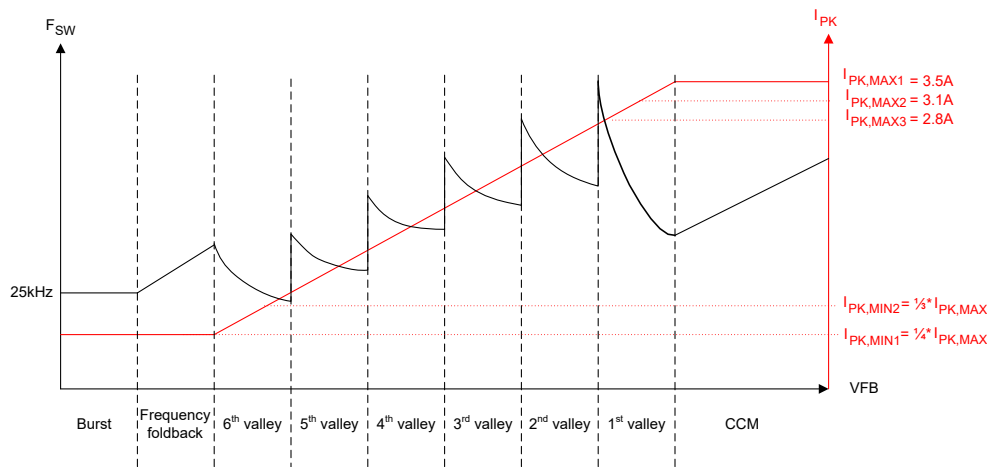
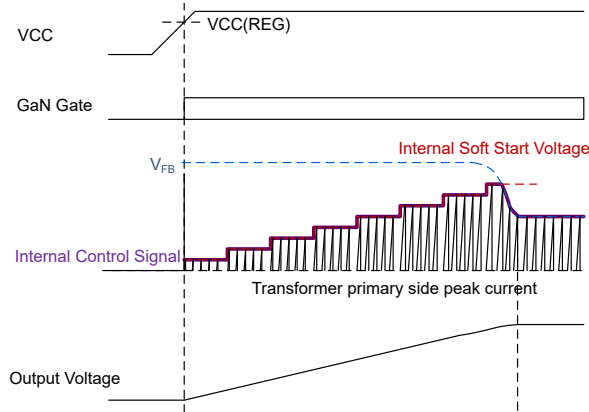

図 7-4. UCG2883x/4x 制御規則
図 7-9. ソフト スタート シーケンス
出力レギュレーションを行うには、フィードバック (FB) ピンをオプトカプラのコレクタに接続します。このピンには、オプトカプラのバイアス用に 60kΩ の内部プルアップ抵抗が備わっています。このピンの瞬間電圧は、図 7-4 の制御規則に基づいて、スイッチング周波数、ピーク電流、動作モード (バースト、フォールドバック、バレー スイッチング、または CCM) を決定し、必要な出力電力を供給します。高周波ノイズ フィルタリングのため、このピンとグランドとの間に 100pF または 220pF のコンデンサを接続します。
したがって、UCG2883x/4x では、各スイッチング サイクルで、ピーク電流スレッシュホールドに達した後に、1 次側 GaN HEMT がオフになり、不連続モード (DCM) 動作中に磁化リングで次のターゲット バレーでオンになります。1 次側ピーク電流とターゲットの瞬時値は、図 7-4 の制御規則に従って帰還 (FB) ピン電圧によって決定されます。FB ピンをオプトカプラ コレクタに接続します。負の帰還ループは、出力で特定の V_{OUT} および P_{OUT} をサポートするために必要な値に FB ピンの電圧を設定します。後で説明するように、本デバイスはバースト、周波数フォールドバック、バレー スwitchング、連続導通モードの 4 つの動作モードのいずれかで動作できます。
図 7-4 に示す制御規則では、UCG2883x/4x は最大ピーク電流 $I_{PK, MAX}$ を選択できる柔軟性を備えており、定格負荷および変圧器サイズでのスイッチング周波数に対して最適化できます。 $I_{PK, MAX}$ の各設定について、最小ピーク電流 $I_{PK, MIN}$ に対して 1/3 または 1/4 のスケール比を使用できます。この $I_{PK, MIN}$ 値によって、フライバック コンバータが周波数フォールドバックまたはバースト モードで動作しているときの軽負荷条件でのスイッチング周波数および損失が決定されます。 $I_{PK, MAX}$ 、 $I_{PK, MIN}$ のすべての値について、式 1 のとおり、制御規則のピーク電流と帰還電圧の勾配は同じに変わりません。表 7-5 に、表 7-2 のさまざまなピーク電流設定に対する、異なるモード間およびバレー間で遷移するためのスレッシュホールド電圧を示します。
UCG2883x/4x は、スイッチング損失を低減するため、ソフト スイッチングとバレーでの 1 次側 FET ターンオンで動作するよう設計されています。コンバータは、ピーク負荷過渡時を除き、バレー スイッチングで動作します。ピーク負荷過渡時には、CCM モード (CFX ピンを使用して有効化されている場合) に制御が移行する場合があります。バレー スイッチングモード中、目標バレーおよびピーク電流スレッシュホールドは 図 7-4 および 式 1 の制御規則によって制御されます。
図 7-4 に示すように、出力電力が増加して最初のバレー QR 動作の境界に達すると、制御は I_{PK} を選択された最大値 $I_{PK, MAX}$ にクランプし、CCM モードで 2 次側導通時間 T_{OFF} の減少を開始します。この T_{OFF} 時間の減少は、FB ピンの電圧が QR モードのオフ時間の 30% まで上昇することに比例して、QR モードの出力電力供給能力の最大 1.7 倍に達します。CCM モードで周波数クランプに達しないようにし、出力電圧リップルを増加させる可能性のあるサブハーモニック振動を回避するため、アプリケーション要件に応じて、一次側励磁インダクタンス L_M を十分に大きい値を使用します。CCM モードでは、ピーク電力能力を最大化するため、スイッチング周波数クランプのクランプ周波数が 2 倍になります。長時間の出力電力過渡については、コンバータは 10ms の CCM タイマが満了した後、QR モード動作の 4 スイッチング サイクルにわたって最初のバレー QR モードに戻り、CCM 動作を再開します。電力が低下して CCM 動作が不要になるまで、この動作は 10ms ごとに繰り返されます。表 7-4 の値に応じて、CFX ピンと GND の間に抵抗を接続して CCM モード動作を有効化または無効化できる柔軟性があります。
フライバック コンバータがオンになると、0V の出力電圧で起動します。低電圧によって、フィードバック電圧 FB が最大値にクランプされ、過負荷保護がトリガされる可能性があります。クランプを防ぐため、UCG2883x/4x はソフト スタート モードで起動します。図 7-9 に示されているように、この期間中、内部 FB 電圧ランプは、4ms で 0V から最大値まで 8 ステップ増加します。内部 FB ランプの最大値は、 $I_{PK, MAX}$ の 80% に相当する値であり、IPS ピンのさまざまな抵抗設定に対して変化します。ソフト スタート中は、この内部ランプ電圧のうち小さい方と実際の FB ピン電圧を使用して、図 7-4 の制御規則でデバイスの動作点を決定します。4ms の終わりに内部 FB ランプ電圧が最大値に達すると、出力レギュレーション用に制御が FB ピン電圧に転送されます。ソフト スタートシーケンスは、起動時、またはフォルト (自動再試行またはラッチ) およびブラウンアウト状態から回復するたびに実行されます。最小周波数クランプは、ソフト スタート時にのみ 10kHz に変更されます (その他の場合は、通常動作中 25kHz)。10kHz の最小周波数クランプは、起動時にバレーが欠落しており、制御法則により、出力コンデンサを充電するために、最後のターンオン エッジから 100 μ s ごとに 1 次側 GaN HEMT のターンオンが強制される場合に役立ちます。